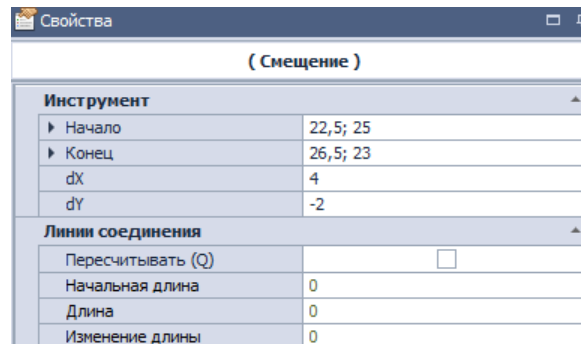

Рис. 104 Данные по перемещению посадочного места
2. Зажать левую кнопку мыши и переместить курсор в то место, куда необходимо переместить посадочное место. При этом в панели Свойства будут отображаться исходное положение посадочного места (пункт «Начало»), текущие координаты (пункт «Конец») и величина перемещения относительно исходной точки (пункты «dX» и «dY») см. Рис. 104.